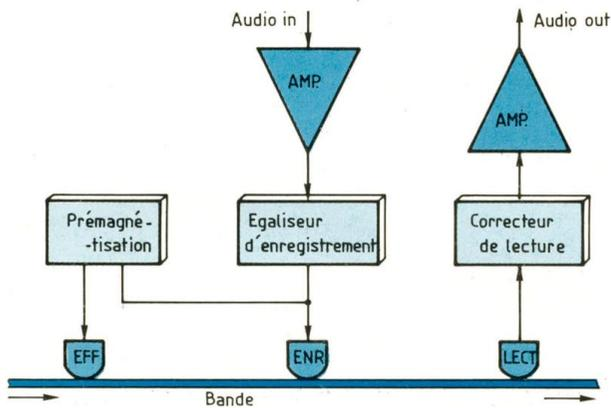

Fig. 2 : Constitution d'un magnétophone de bonne qualité (têtes de lecture et d'enregistrement séparées).
- afin d'impressionner la bande dans de bonnes conditions, en particulier pour uniformiser sa réponse en fréquence, il est nécessaire de prémagnétiser le support en superposant au signal utile une "porteuse" sinusoïdale de fréquence élevée. La prémagnétisation donne naissance à un bruit dont l'amplitude est inversement proportionnelle à la fréquence du signal de polarisation. La tête étant limitée aux environs de 100 kHz, la réduction du bruit à ce niveau est rapidement limitée. Le schéma de la figure 2 indique l'architecture d'un magnétophone ;